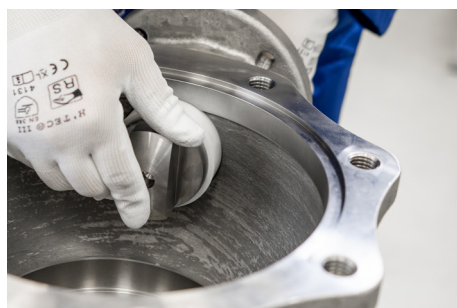

Abbildung 3
3. Die Schaltwelle (Pos. 4) so durch das Innere des Armaturengehäuses einführen, dass die SX Dichtung (Pos. 7) in der Ansenkung des Gehäuses sitzt. (siehe Abb. 3).